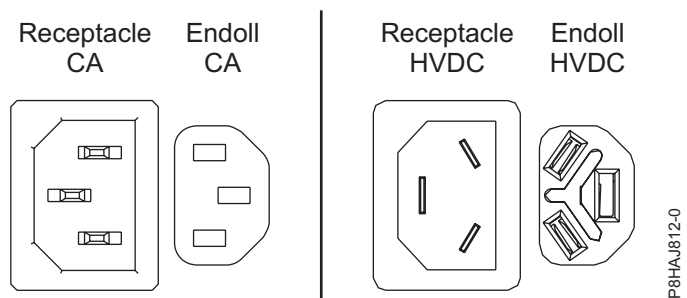
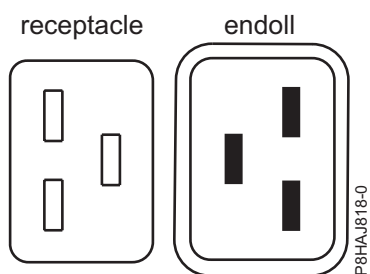
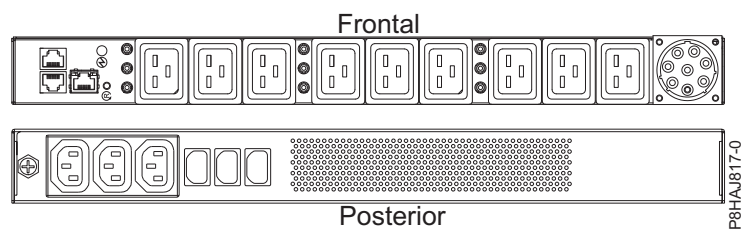

Figura 38. Connectors de CA i d'HVDC
Figura 39. Connectors per al sistema 8408-44E
Figura 40. PDU per al sistema 8408-44E
A la Figura 38 a la pàgina 54 es mostren els connectors admesos de corrent alternativa (CA) i de corrent directa d'alt voltatge (HVDC). A la Figura 39 a la pàgina 54 i a la Figura 40 a la pàgina 54 es mostren els connectors admesos i la unitat de distribució d'alimentació (PDU) per al model 8408-44E.